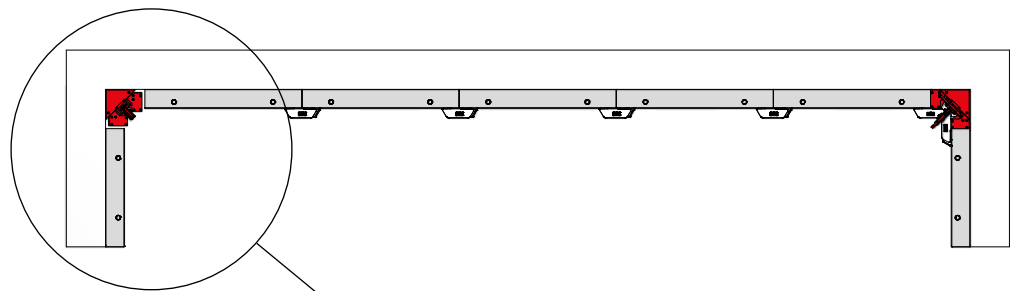

Abb. 57.2
2. M-Ausschalecke betätigen (Abb. 57.2 und Seite XT-54 bis -56).